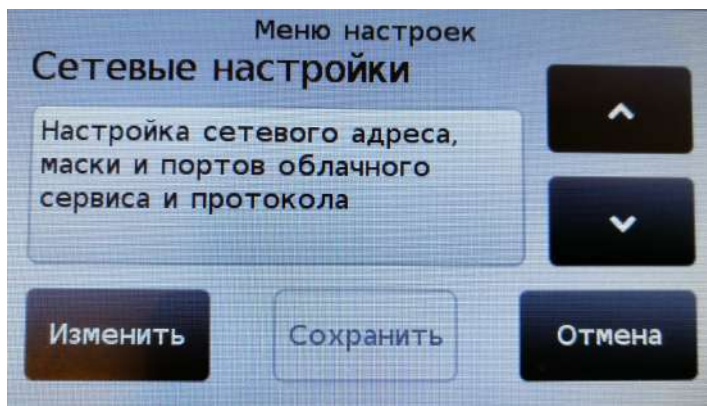

Рис. 8.7.1. Установка сетевых параметров.
8.7.1. Войдите в меню установки режимов работы (см. п. 8.1.1, стр. 8), кнопками «**^**» и «**v**» выберите пункт «**Сетевые настройки**» (см. рис. 8.7.1) и нажмите на кнопку «**Изменить**».
Для перехода в главное меню установки режимов работы (см. рис. 8.7.1, стр. 16) нажмите на кнопку «ОК».